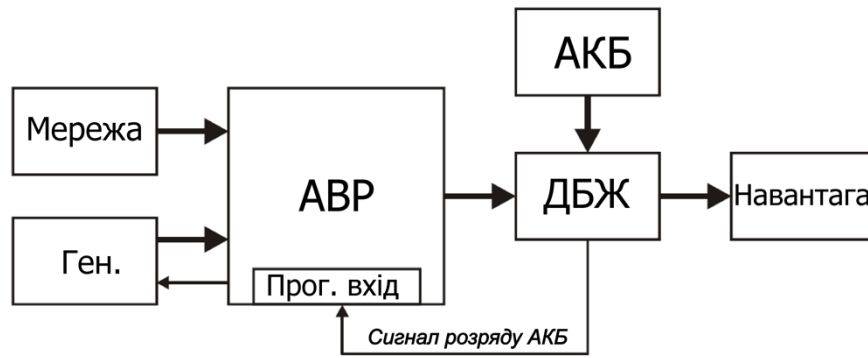
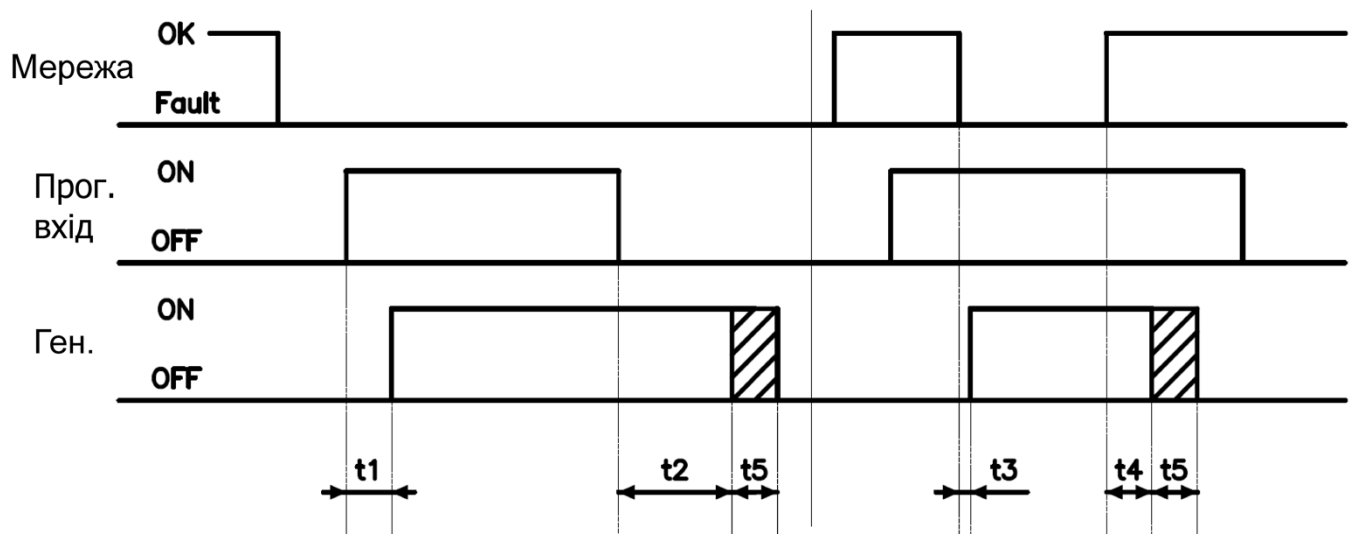

Рис. 5.10 – Блок-схема спільної роботи АВР та ДБЖ
Рис. 5.11 – Діаграма роботи при виборі функції «Дозвіл запуску»
5.7.5.1 Функція програмованого входу «Дозвіл запуску» дозволяє роботу генератора в режимі «Авто» у разі виникнення умов для його запуску (п. 5.7.2.1). Функція «Дозвіл запуску» може бути необхідна при спільній роботі контролера з джерелом безперебійного живлення (ДБЖ), який за сигналом розряду своєї АКБ може дозволяти запуск генераторної установки. Приклад спільної роботи АВР та ДБЖ (рис. 5.10, рис. 5.11).
- тип контакту управління – нормально розімкнений (NO), тобто активний стан – замкнутий контакт (P261, табл. 5.10);
- затримка на активацію функції t_1 (рис. 5.11) визначатиметься параметрами P262 та P263 (табл. 5.10);
- затримка на деактивацію функції t_2 (рис. 5.11) визначатиметься параметрами P264 та P265. (табл. 5.10).